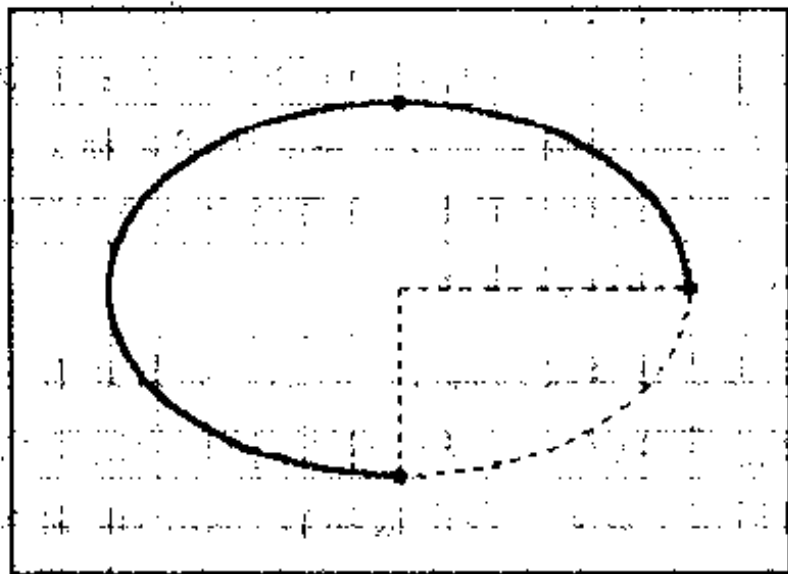
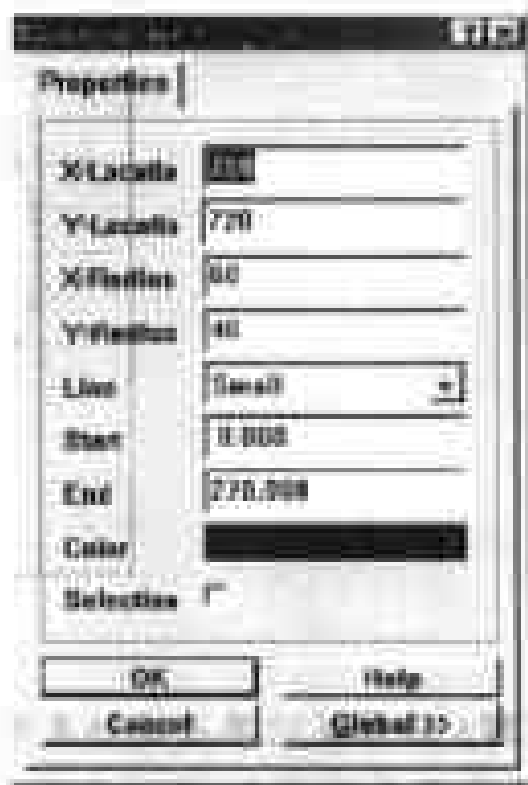
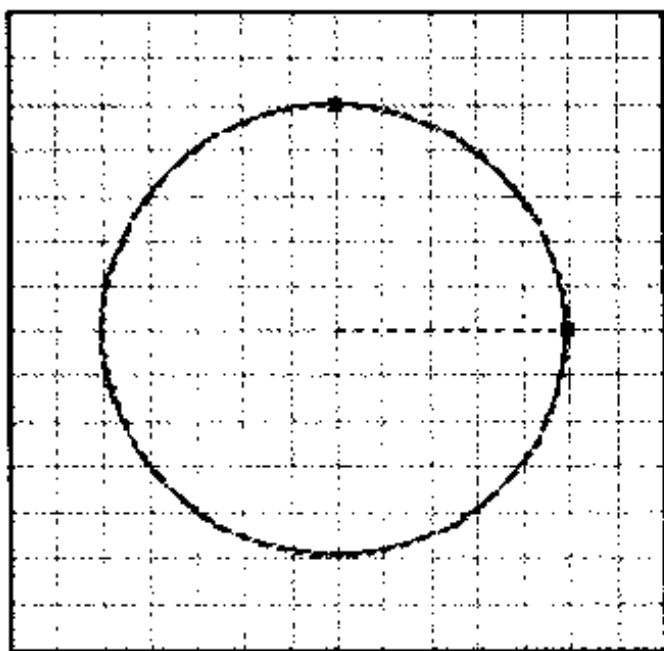

图 3-10 绘制椭圆弧线
图 3-11 设置椭圆弧线的属性
图 3-12 绘制圆形
(3) 确定了椭圆的圆心和横轴、纵轴顶端的位置以后,十字光标自动移动到弧线的一个端点上,移动十字光标,调整弧线一端端点的位置,在适当的位置单击;然后十字光标自动移动到弧线的另一端的端点上,移动十字光标到适当的位置单击,确定弧线另一端的端点位置,这样就在图纸中绘制了一条椭圆弧线,如图 3-10 所示。
(5) 如果用户需要调整椭圆弧线的形状,或者修改它的某些属性,可以在图纸中双击椭圆弧线,弹出如图 3-11 所示的对话框。
(6) 在对话框顶端的 X-Location 和 Y-Location 两个选项输入框中显示出了椭圆弧线的位置坐标,修改这两个输入框中的数值,即可调整椭圆弧线在图纸中的位置。
(7) 在 X-Radius 和 Y-Radius 两个选项输入框中,显示出了椭圆弧线的横轴和纵轴的长度,即横轴半径和纵轴半径,单位是 mil。调整这两个输入框中的数值,即可调整椭圆的宽度、高度。如果这两个输入框中数值相等,则绘制出的就是圆形或者圆弧线。
注意:在图纸中单击椭圆弧线,即可在弧线上显示出黑色方块,单击弧线某一端的黑色方块,按住鼠标左键,拖动鼠标到适当的位置再释放,即可调整弧线的两个端点与圆心的两条连线(图 3-10 中的两条指向圆心的虚线)的夹角。单击椭圆弧线后,再次单击椭圆弧线,则鼠标箭头变为十字光标,而椭圆弧线也粘在十字光标上,移动十字光标到适当位置单击,即可将椭圆弧线放置到新的位置上。在图纸中双击椭圆弧线,也可弹出如图 3-11 所示的对话框,供用户修改椭圆弧线的属性。
以上介绍了绘制椭圆弧线并修改其属性的方法。另外还有一种绘制弧线的方法:在 Drawing Tools 工具栏中单击  按钮,选择绘制弧线的工具,然后按 Tab 键,则弹出如图 3-11 所示的对话框。在对话框中设置了各个选项后,单击 OK 命令按钮返回工作窗口,此时鼠标箭头变为十字光标,并带有设置好各个属性后的弧线形状,在图纸中连续单击 5 次,将设置好属性的弧线放置在图纸中,右击鼠标,退出绘制弧线的工作状态。这种方法可以更精确地绘制弧线或者椭圆形、圆形,比如在如图 3-11 所示的对话框中设置 X-Radius 和 Y-Radius 两个选项的值为 50,设置 Start 和 End 选项中的数值为 0.000 和 360.000,其他选项取默认值,单击 OK 命令按钮,然后在图纸中连续单击 5 次,得到了如图 3-12 所示的圆形。